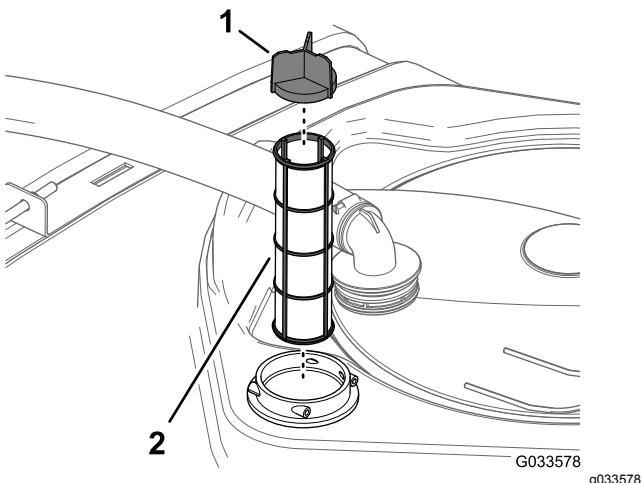

Figure 96
4. Sortez la crêpine d'aspiration du logement du filtre dans le réservoir (Figure 96).